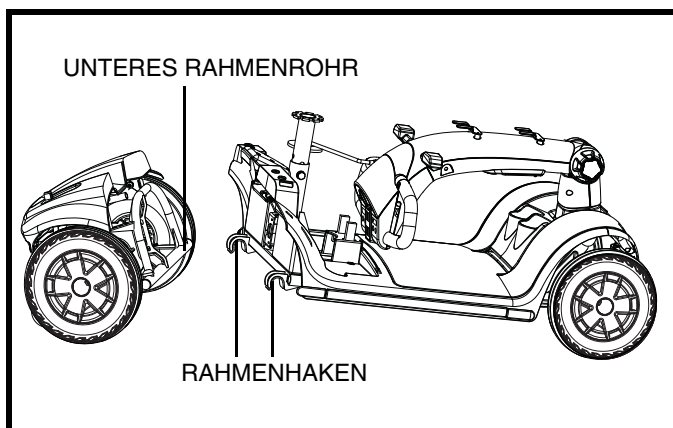

Abb. 21. Rahmen Trennung
4. Vorderrahmen hochheben bis sich der Vorderrahmen vom Rückrahmen lost (siehe Abb. 21).
5. Trennen Sie vorsichtig beide Teile (siehe Abb. 21).
1. Stellen Sie Vorder- und Rückrahmen ihres Elektromobils zusammen wie auf Abb. 21 angezeigt.
2. Benutzen Sie den Rahmenlösehebel um das Vorderteil hochzuheben und mit dem hinteren Teil gleichzustellen (siehe Abb. 21).